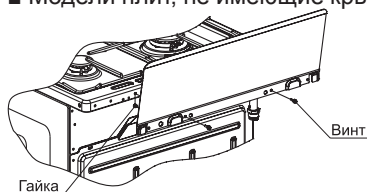

рис. 1
■ Модели плит, не имеющие крышку стола, комплектуются щитком, который закрепляется перед установкой плиты (рис. 1).
■ **Установка щитка** на плиты моделей КМ241 321, КМ241 322, КМ241 371, КМ241 372. Установку щитка производить путем крепления к столу двумя винтами и гайками (см. рис. 1). Винты и гайки для крепления щитка находятся в пакете с комплектующими.